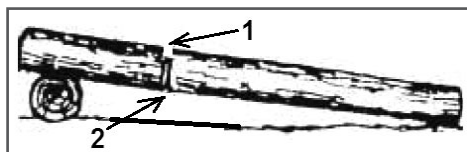

Рис. 16 Пропилы при раскряжке дерева на одной опоре
2. Бревно лежит на одной опоре (Рис. 16). Разгрузочный пропил (1) на $1/3$ бревна делается сверху. Основной пропил (2) делается снизу навстречу разгрузочному пропилу.